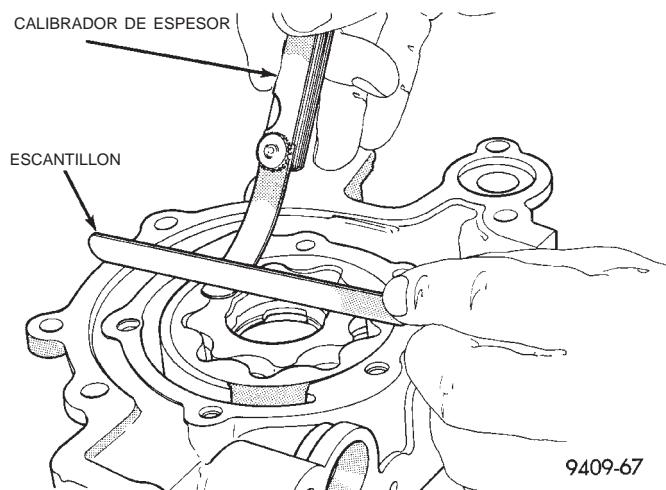

Fig. 116 Medición de la luz sobre los rotores
(7) Coloque un escantillón sobre la superficie de la cara de la caja de la bomba, entre los orificios de pernos. Si un calibrador de espesor de 0,102 mm (0,004 pulg.) o mayor puede insertarse entre los rotores y el escantillón, reemplace el conjunto de la bomba (Fig. 116). **UNICAMENTE** si los rotores están dentro de las especificaciones.
(8) Inspeccione si el émbolo de la válvula de descarga de presión de aceite está rayado y funciona libremente dentro de su hueco. Las marcas leves pueden eliminarse con papel de lija, mojado o seco, granulado 400.
(9) El muelle de válvula de descarga tiene una longitud libre de alrededor de 60,7 mm (2,39 pulgadas). Debe realizarse la prueba entre 8,154 y 8,607 kg (18 y 19 libras) cuando está comprimido a 40,5 mm (1,60 pulgadas). Reemplace si el muelle no cumple con las especificaciones.
(10) Si la presión de aceite es baja y la bomba se encuentra dentro de las especificaciones, inspeccione si los cojinetes del motor están gastados, si falta o